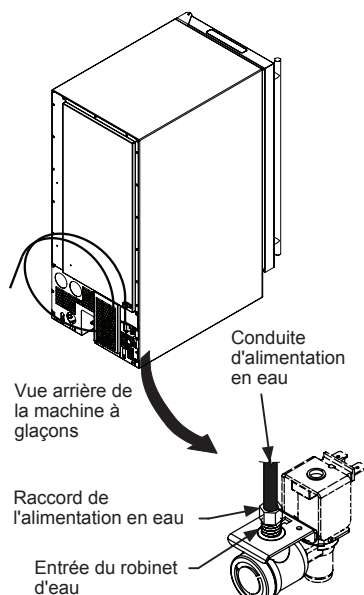

Figure 2
2. Débranchez le raccord de l'alimentation en eau à l'entrée du robinet d'eau (Figure 2).